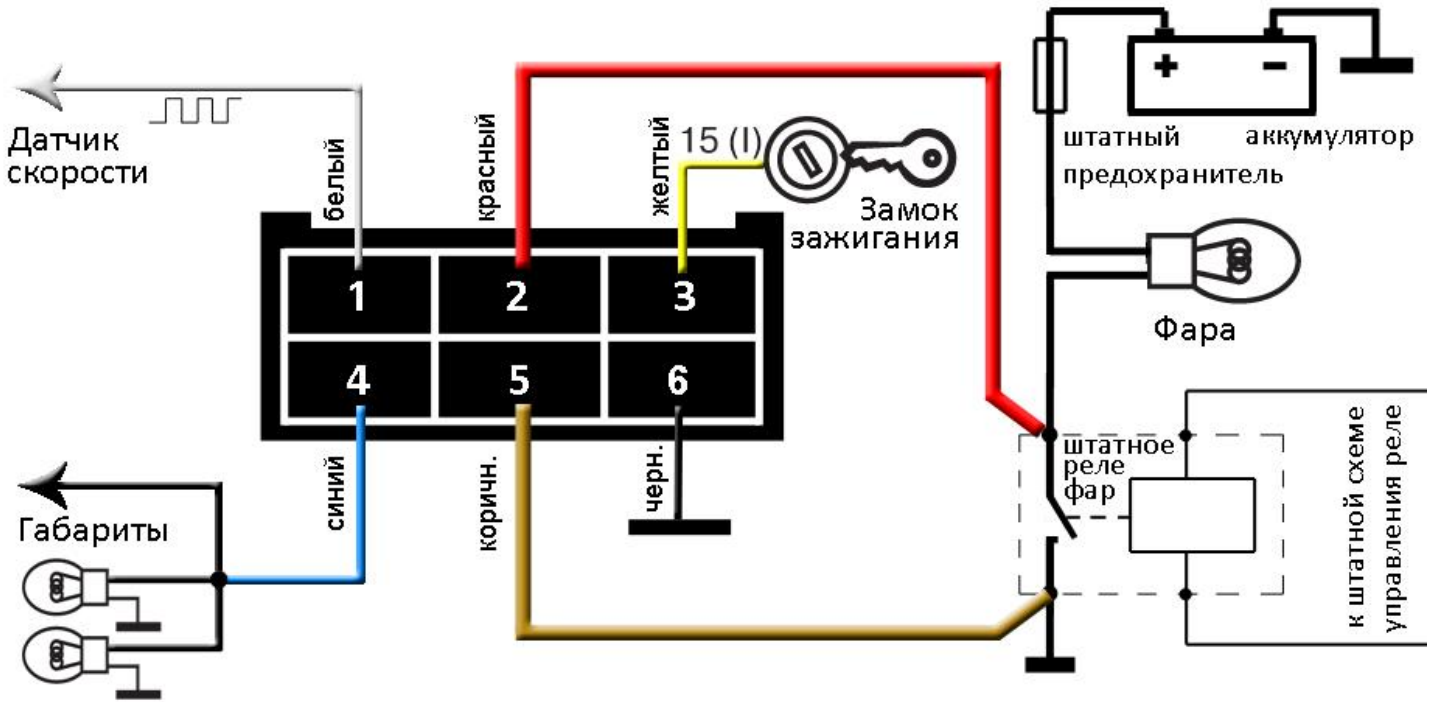

Рисунок 2
2. **Дальний свет** (красный провод сечением 1мм²). Подключается к проводу, подключенному к контакту штатного реле включения света лампам дальнего света, который подключен к лампам фары (см. рис.2). Точка подключения должна быть как можно ближе к реле.
5. **Корпус для силовой части** (коричневый провод сечением 1мм²). Подключается к проводу в непосредственной близости от контакта штатного реле включения света, который подключен к корпусу автомобиля (см. рис.2).